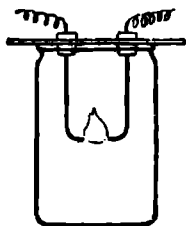

Рис. 150. Горение азота в кислороде.
4. Непосредственное соединение азота с кислородом. Азот может соединяться с кислородом при пропускании через смесь газов электрических разрядов. Для опыта можно воспользоваться воздухом, представляющим смесь, главным образом, азота и кислорода. Если в большую банку ввести проволоки (рис. 150), соединенные с сильной индукционной катушкой (прибор, дающий электрические искры), и пропускать через воздух в банке ряд сильных электрических искр, то между концами проволок наблюдается желтоватое пламя. Это пламя азота, горящего в кислороде воздуха. Воздух в банке постепенно буреет вследствие образования окислов азота (те же окислы получают, если продуть воздух через вольтову дугу).